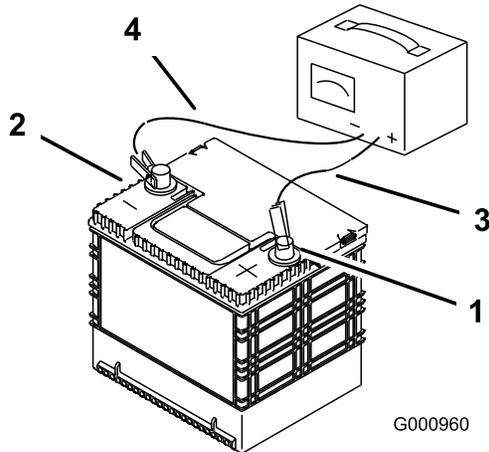

Bild 53
- Wenn die Batterie voll aufgeladen ist, ziehen Sie den Stecker des Ladegeräts aus der Steckdose und schließen Sie die Ladegerätkabel von den Batteriepolen ab (Bild 53).